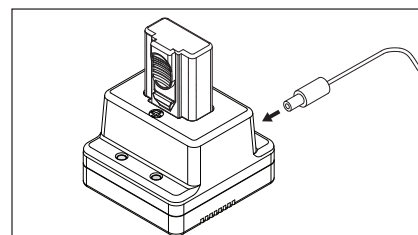

Figura 2
3. Introduzca el cable de corriente del transformador en la base del cargador (vea la Figura 2).